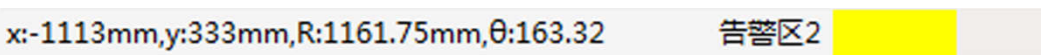

图 2.5.29 告警区 2 状态显示
- 点击图标编辑告警区 2 时，状态栏显示如图 2.5.29 所示。